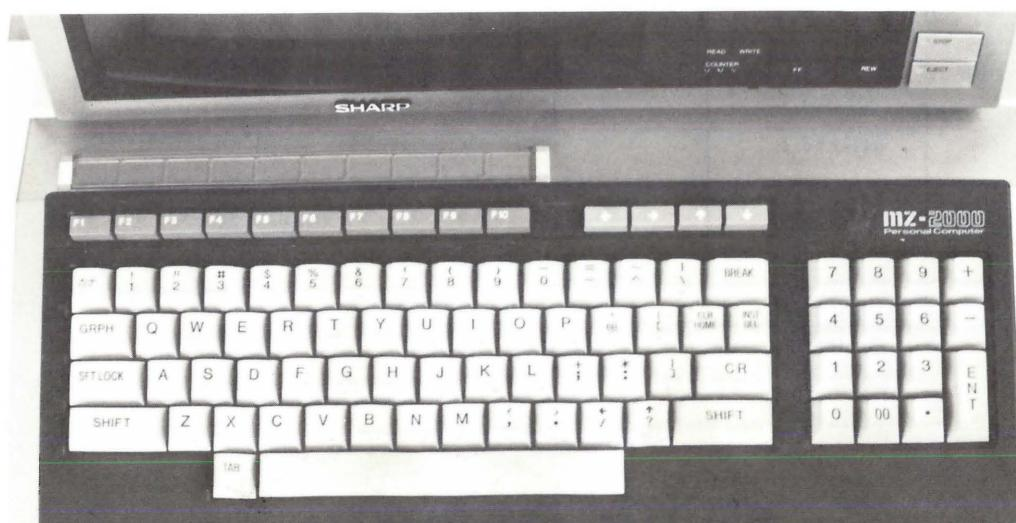

図 1-3 MZ-2000 のコンソール
- 図 1-3 に、MZ-2000 のコンソール（操作卓）を示しています。タイプライタ型メインキーボードを中心にして、その右側に数値入力キー、上部に 10 個のデファイナブルファンクションキー、左右上下の矢印がついたカーソルコントロールキーがそれぞれグループ分けして配置されています。また、カセットテープコントロールキーは前面パネルに配置されています。